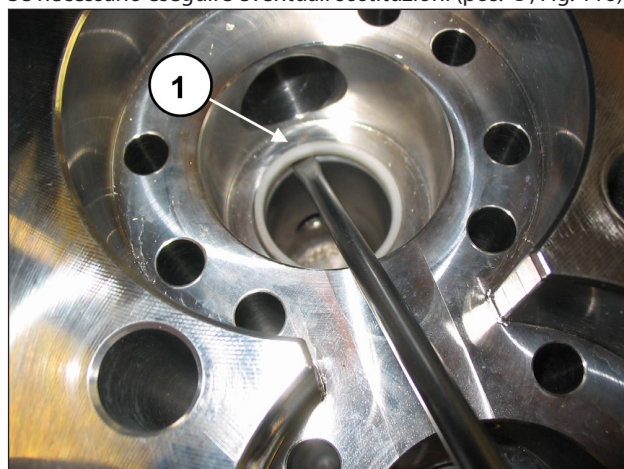

Fig. 116
Se necessario eseguire eventuali sostituzioni (pos. ①, Fig. 116).